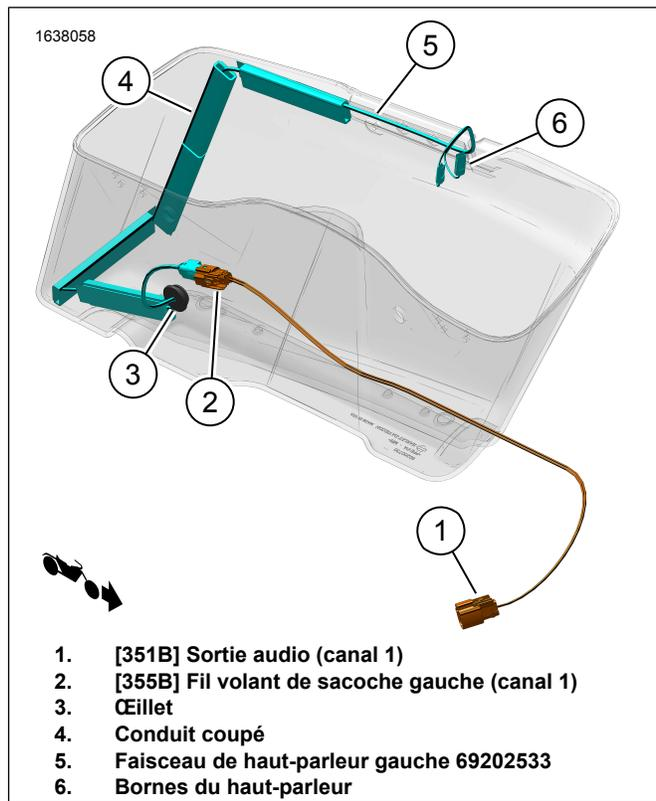
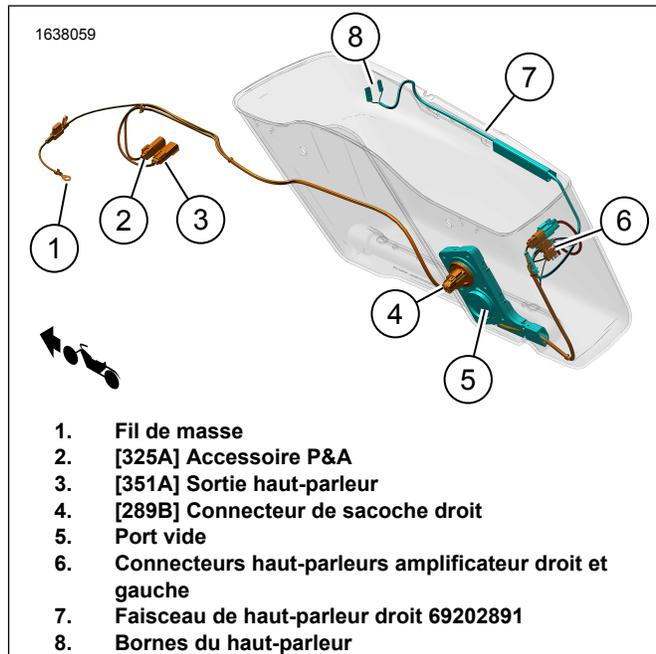
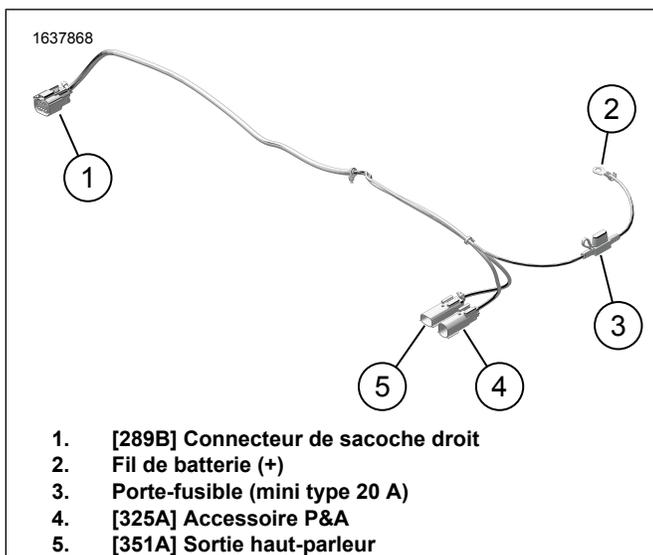
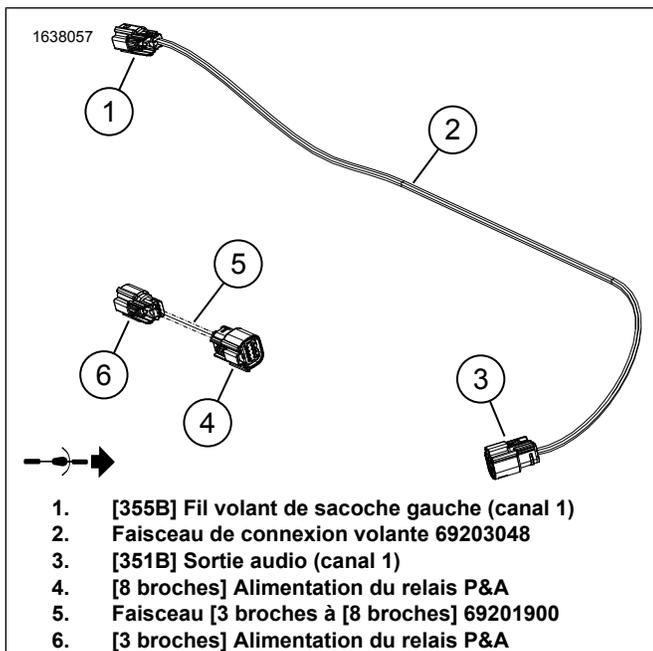

Figure 4. Acheminement du faisceau de sacoche gauche
Figure 5. Acheminement du faisceau de sacoche droit
Figure 15. Faisceau externe 69202870
Figure 16. Faisceaux de connexion volante
12. Figure 4 Installer le faisceau de haut-parleurs gauche.
- b. Figure 4 Acheminer le faisceau de fils (5) comme indiqué.
- d. Le quatrième morceau du conduit (4) devra être coupé pour correspondre à la hauteur de la sacoche.
- g. Acheminer le faisceau de fils (5) à travers le trou du passe-câble.
- h. Installer le passe-câble (3) sur le faisceau de câble (5).
- i. Ajuster l'œillet (3) au besoin et installez dans une sacoche.
13. Figure 5 Installer le faisceau de haut-parleurs droit.
- b. Figure 5 Acheminer le faisceau de fils (7) comme indiqué.
1. Figure 15 Connecter le fil de la batterie (+) (2) à la borne de la batterie (+). Consulter le manuel d'entretien.
- a. Figure 15 Acheminer [325A] (4) jusqu'au côté gauche du cadre du véhicule.
- b. Figure 16 Connecter [3 broches] (6) du faisceau de connexion volante (5) à [325A] (4) du faisceau externe 69202870. Figure 15
- a. Acheminer [325A] (4) le long du côté droit du cadre du véhicule.
- b. Figure 15 Connecter [325A] au connecteur P&A [325B]. Situé sous la zone du couvercle côté droit.
4. Figure 15 Acheminer la branche [289B] (1) du faisceau externe le long du cadre et du support de garde-boue. À l'aide de serre-câbles, installer le faisceau aux points d'ancrage sans serrer les serre-câbles. Ne pas serrer les serre-câbles.
8. Figure 16 Acheminer et installer le faisceau de connexion volante 69203048 (2).
- a. Figure 16 Connecter [355B] (1) du faisceau de connexion volante (2) au faisceau de haut-parleur de la sacoche gauche (5). Figure 4
- c. Figure 16 Acheminer [351B] (3) sur le faisceau de connexion volante 69203048 (2) vers [351A] (5) sur le faisceau externe 69202870. Figure 15
10. Figure 1 Installer un fusible de 20 A (18) dans le porte-fusible du faisceau externe (3). Figure 15
- a. Connecter [360LA] à gauche (L).
- b. Connecter [360RA] à droite (R).
4. Figure 15 Connecter à [351A] (5).